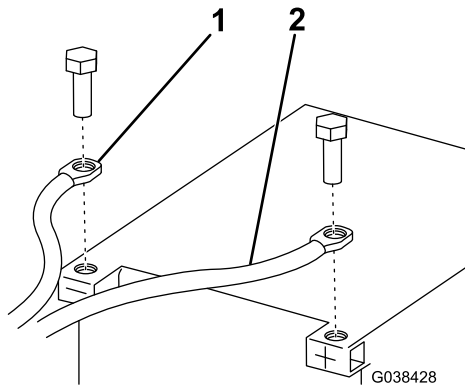

Bild 9
13. Schließen Sie das schwarze Strom- bzw. Erdungskabel am Minuspol (-) der Batterie an (Bild 9).
14. Schließen Sie das rote Strom- bzw. Erdungskabel am Pluspol (+) der Batterie an (Bild 9).